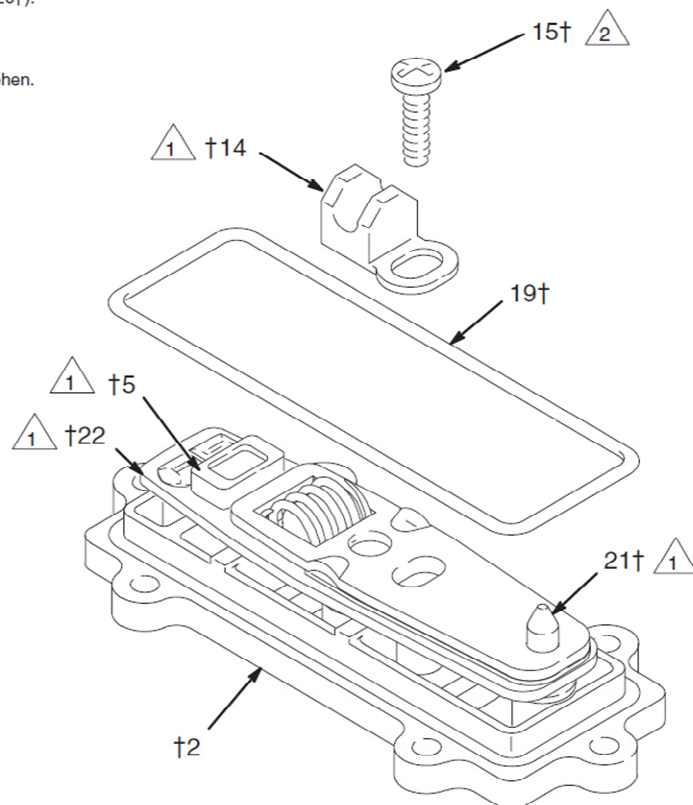

Abb. 14
8. Die Innenflächen des Sattels (14) einfetten und wie in Abb. 14 gezeigt installieren. Steuerplattensatz gut festhalten und die Schraube (15) installieren. Mit 0,8 bis 1,0 Nm anziehen. Den O-Ring (19) an der Abdeckung (2) installieren.